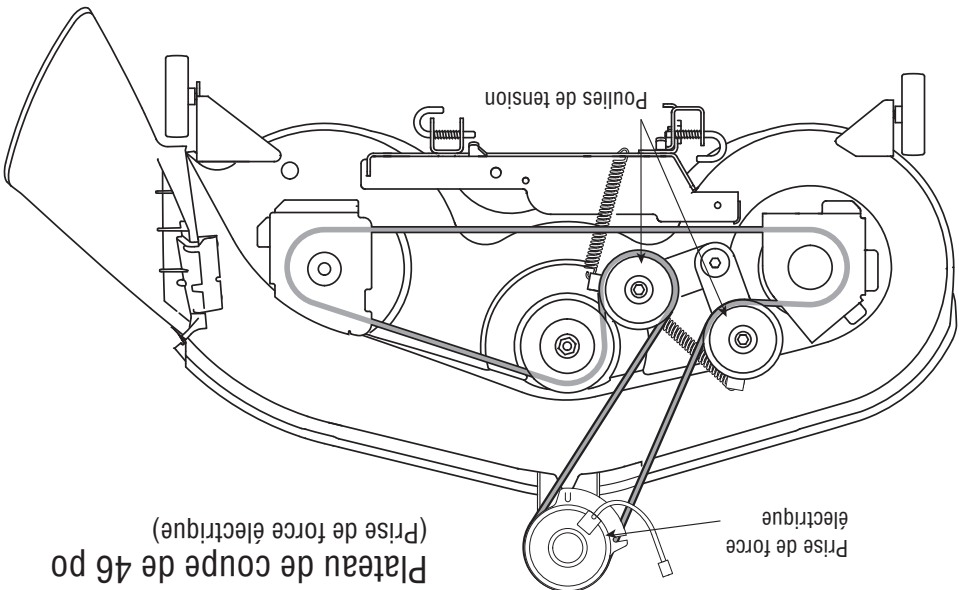

Figure 22
2. Retirez les couvre-courroies en enlevant les vis auto-taraudeuses qui les maintiennent sur le plateau de coupe. Voir la Figure 22.